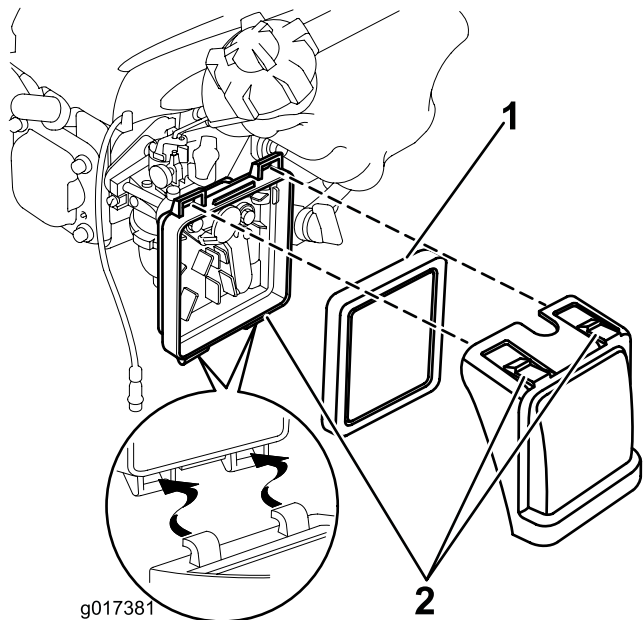

図 16
1. エアクリーナカバーの上部についているラッチのタブを押す（図 16）。
2. カバーを開く（図 16）。
3. フィルタを外す（図 16）。
6. フィルタをエアクリーナボディーに取り付ける（図 16）。
7. カバーを取り付ける（図 16）。